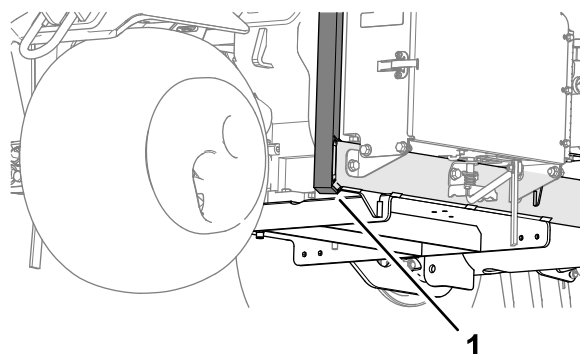

Figura 127
3. Posicione bem o macaco debaixo do braço de apoio da roda frontal (Figura 127).